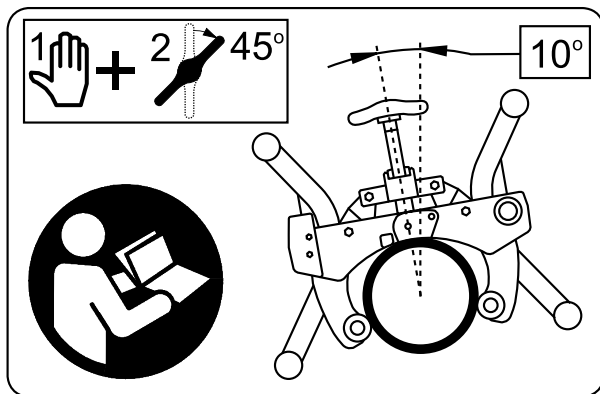

Figura 9 – Colocación de la abrazadera sobre el tubo
- Coloque la abrazadera sobre el tubo, con el tornillo principal formando un ángulo de 10 grados con respecto a la vertical. Vea la Figura 9. No coloque el tornillo principal en posición completamente vertical o más inclinado, ya que esto permitiría a la abrazadera rotar alrededor del tubo, impulsada por su propio peso.
- Apriete la mariposa del tornillo de la abrazadera y luego dele una vuelta adicional de un octavo de vuelta (45°) para que el tubo quede agarrado por las ruedas de la abrazadera. Vea la Figura 9. Asegure que la abrazadera agarre el tubo firmemente.